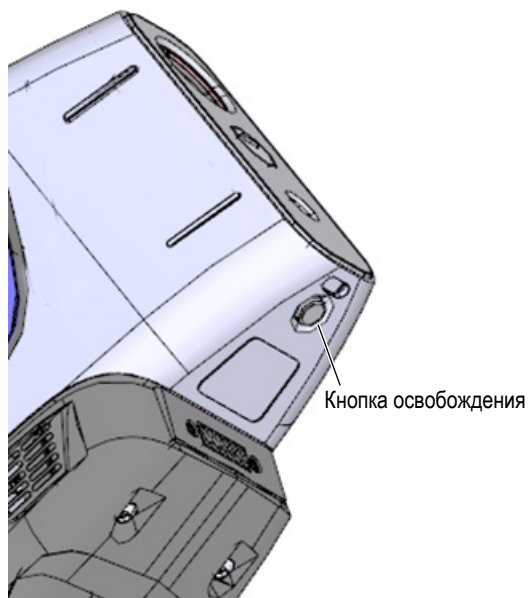

Рис. 4-2 Кнопка освобождения лицевой панели
2. Нажмите кнопку под датчиком, чтобы высвободить откидную рамку окна (см. Рис. 4-2 на стр. 91).